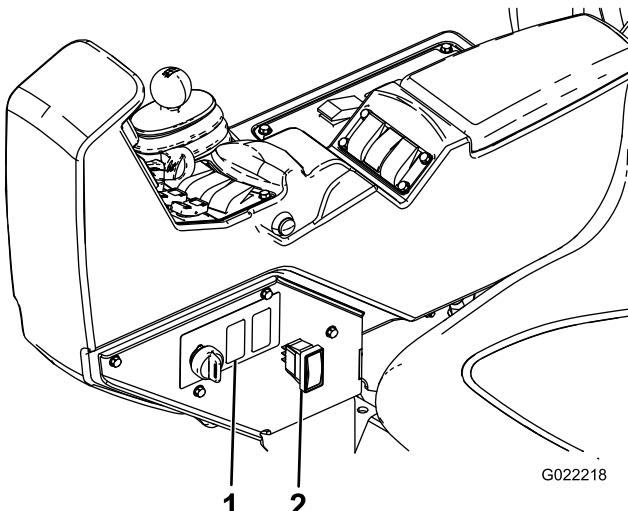

Figura 18
1. Individuate il tappo dell'interruttore del serbatoio di lavaggio sul cruscotto (Figura 18).
- Rimuovete il tappo dal cruscotto (Figura 18).
- Montate l'interruttore sul connettore attraverso il cruscotto (Figura 18).